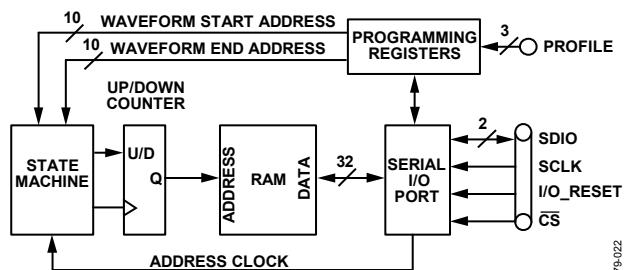

図41.RAMデータのロード/読み出し動作
3. RAM(アドレス0x16)に対してRAMプロファイル・コントロール・レジスタで選択した、該当するRAMワード数の書き込み(または読み出し)を行います(詳細については、シリアルの設定のセクション参照)。図41に、RAMデータ・ロード/読み出し動作に使用する機能コンポーネントのブロック図を示します。